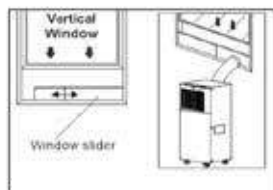

Рис.5
4. Прикріпіть вихідний отвір шлангу до комплекту віконного повзунка та ущільніть його. (Рис. 5 і 6).